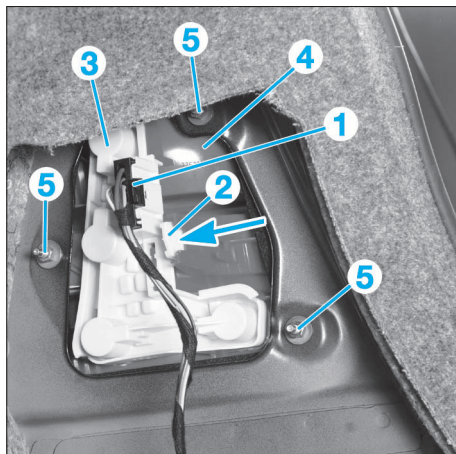

FIG. 92
- Débrancher le connecteur électrique (1) (Fig.92).